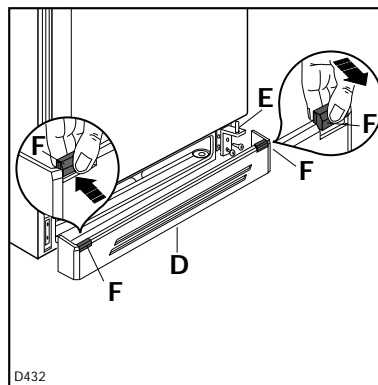

Fig. 2
Otez la grille d'aération (D-Fig. 2) qui est fixée par un ressort.
Démontez la charnière inférieure (E-Fig. 2) en dévissant les deux vis de fixation.
Vissez la charnière inférieure (E-Fig. 2) sur le côté opposé en utilisant les vis enlevées précédemment.
Détachez le cache (F-Fig. 2) de la grille de ventilation (D) et montez-le sur l'autre côté de l'appareil.